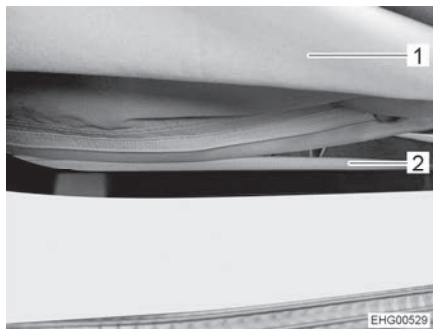

Fig. 89 Fermeture éclair
- Ouvrir entièrement la fermeture éclair (Fig. 89,2) sur le bas du soufflet (Fig. 89,1).